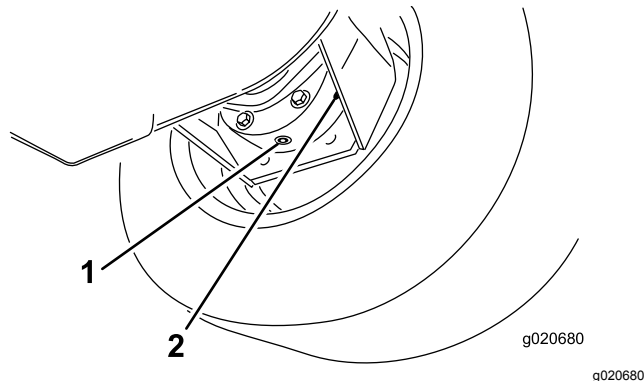

Figura 93
3. Coloque un recipiente debajo del alojamiento del freno, retire el tapón y deje que se drene el aceite (Figura 93).